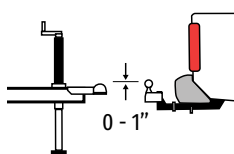
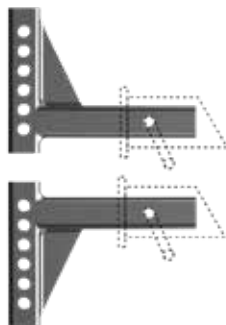

Figura 2
Figura 3
3. Deslice el cabezal del enganche sobre el vástago con la parte superior de la bola del enganche entre 0 y 1" por encima de la parte superior del acoplador del remolque. (Figura 2) En algunos casos, es posible que deba girar el vástago hacia arriba o usar un vástago Equal-i-zer de subida/bajada más grande para colocar la bola de enganche a la altura correcta. (Figura 3)